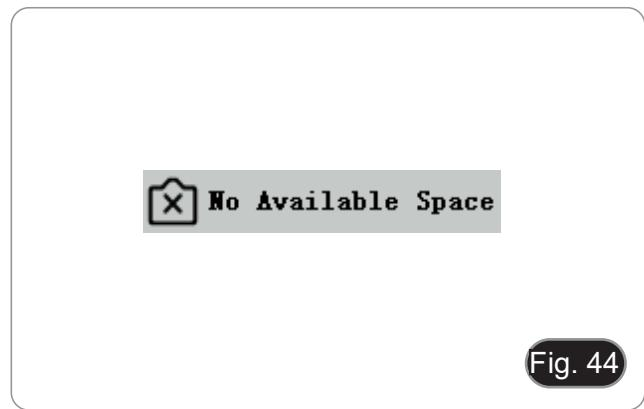

Fig. 44
2. Quando si preme il pulsante di scatto, si registrano video e si scattano foto temporizzate, viene visualizzato "No Available Space" (Fig. 44). Si prega di liberare un po' di spazio sulla scheda SD.